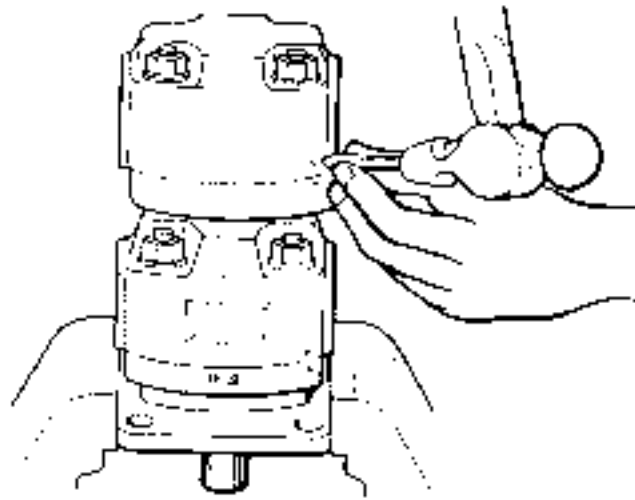

Fig. 3
1. Clamp the pump in a vise with the drive shaft (3) projecting downward. (Fig. 3)
1. ドライブシャフト部を下側にし、ポンプを万力で固定する。（Fig. 3）
2. Mark matching lines on all mating members with a punch to facilitate reassembly. (Fig. 3)
2. 各セクション部に、分解後正しく組み立てられる様にポンチで印をつける。(Fig. 3)